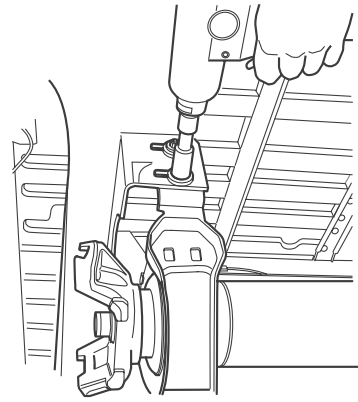

Figura 9.7
3. Retire los tornillos del soporte del rodamiento central. Figura 9.7. Permita que el eje de acoplamiento apóyese en la cinta de soporte.